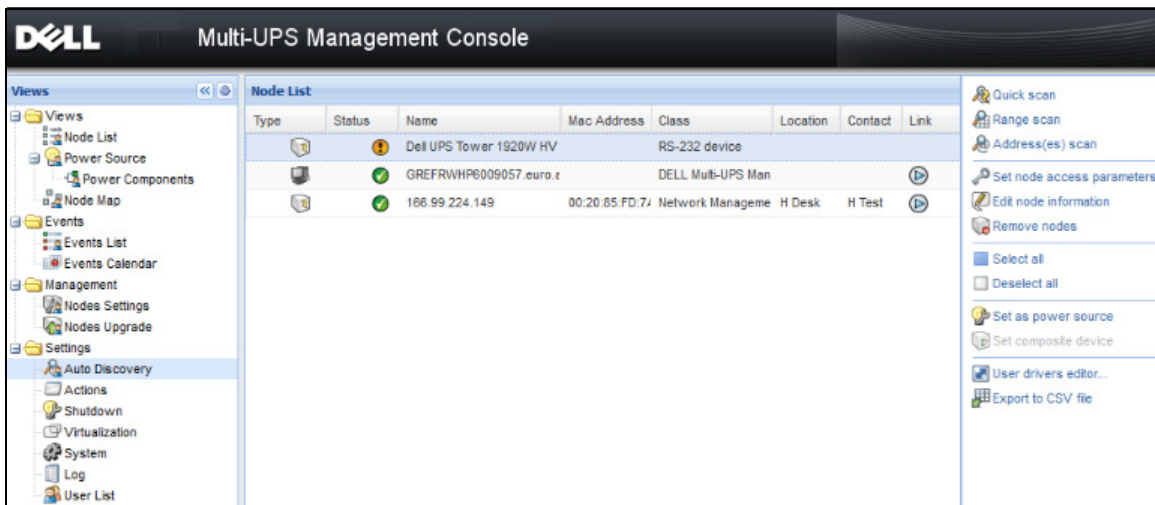

Abbildung 4. Schnellstart - Automatische Suche
- Die aufgefundenen Knoten werden über **Settings > Auto Discovery** (Einstellungen > Autom. Suche) angezeigt (siehe Abbildung 4).